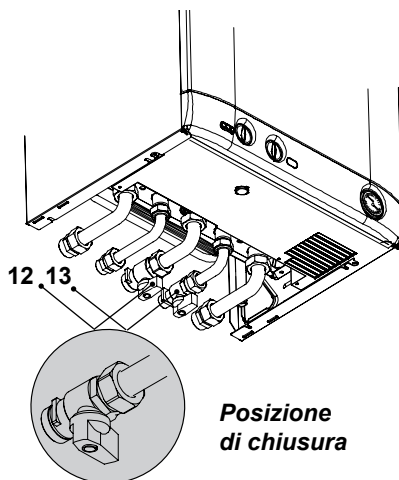

Figura 6.2
- Richiudere il rubinetto gas 12 in Figura 6.2.